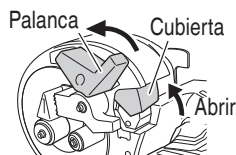

Fig. 25
- (3) Gire la palanca en la dirección de la flecha y abra la cubierta. (Fig. 25)